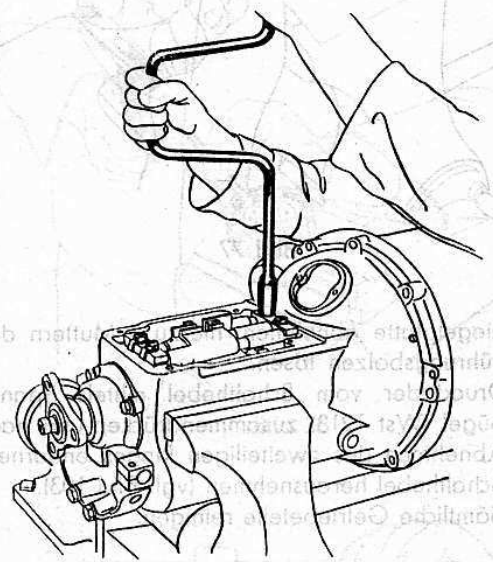

Bild 69
4. Schaltschienen mit Schaltgabeln abschrauben (Bild 69).